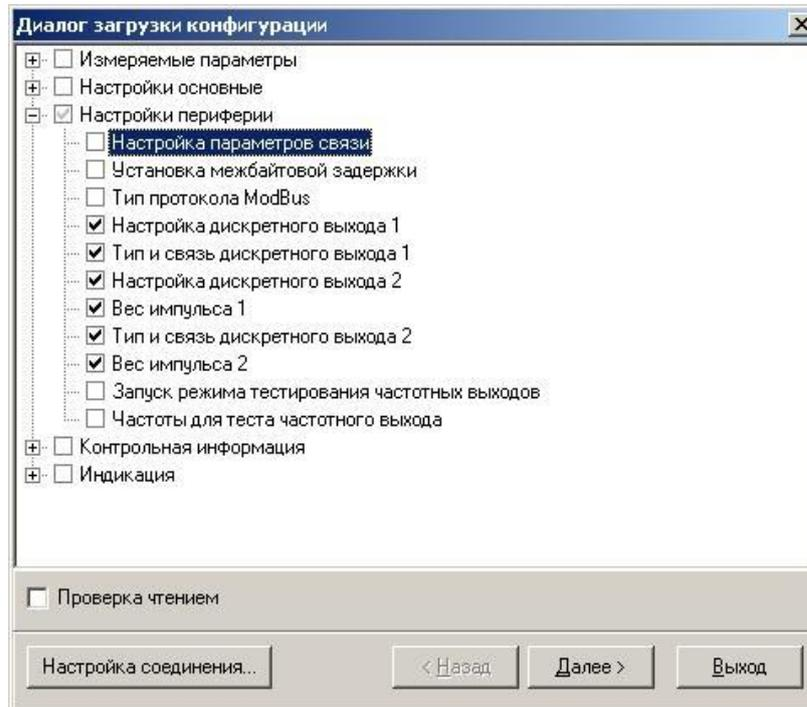

Рис.31. Окно «Диалог загрузки конфигурации»
- в открывшемся окне «Диалог загрузки конфигурации» выбрать набор параметров, которые будут загружены в прибор и нажать кнопку «Далее» (рис.31).